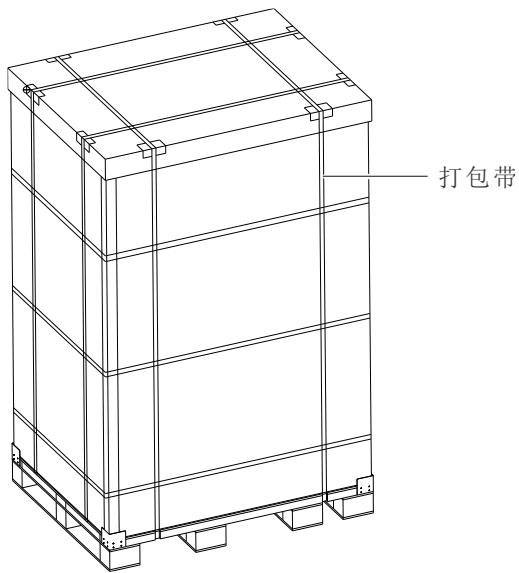

图2-2 拆除蜂窝纸板及打包带
1. 如图 2-2 所示，首先剪掉打包带，然后拆除蜂窝纸板。